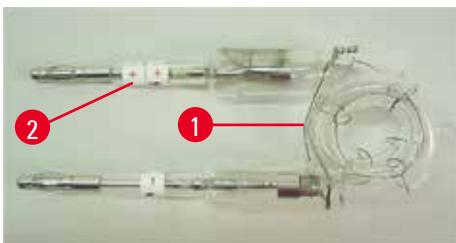
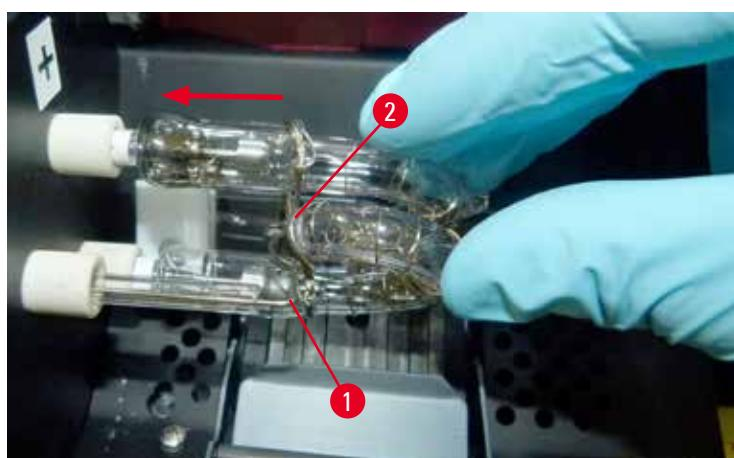

図 18
図 20
2. 新品のフラッシュランプ(→「図 18」)をソケット(→「図 17-3」)に取り付けます。次にランプを慎重に奥まで(「+」の極性マーカーが隠れるまで)押し込みます(→「図 20」)。必要に応じて、フラッシュランプをやさしく上下に揺ります。